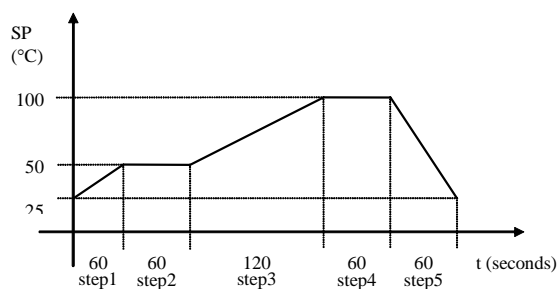

Fig.1 –Curva de Setpoint
2) Os dois arranjos definem o valor de Setpoint (eixo y) em função do tempo (eixo t). Entre dois pontos dados, o Setpoint é calculado por interpolação. Como cada segmento é definido por [START_VAL]_i, [DURATION]_i e [START_VAL]_{i+1}, um modelo com “n” segmentos necessitará **n+1** valores iniciais e **n** tempos de duração. Como exemplo, os dois arranjos definem a curva mostrada na Fig. 1: